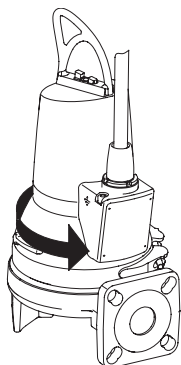

Рис. 8 Направление рывка
3. Если насос подключен правильно, рывок будет в сторону, противоположную правильному направлению вращения. См. рис. 8.